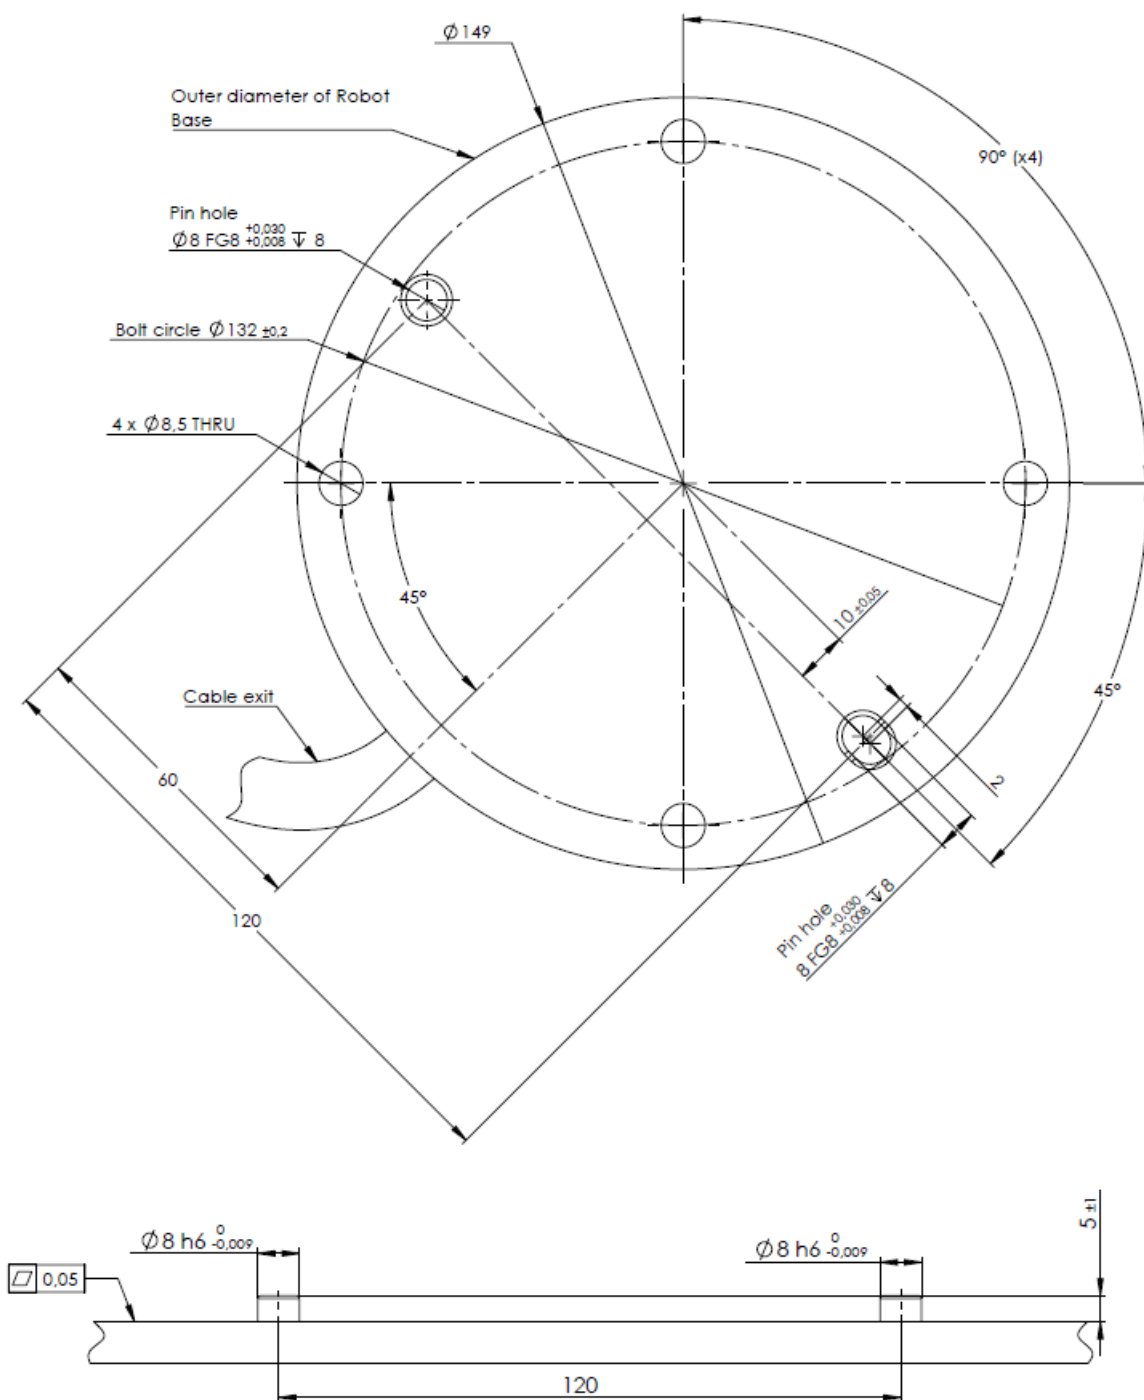

Figure 4.1: Отверстия для монтажа робота. Используются четыре M8 болта. Все измерения приведены в мм.
**Манипулятор робота** Для монтажа робота используются четыре болта М8, которые устанавливаются в четыре отверстия 8.5 мм в основании робота. Затяжку данных болтов рекомендуется выполнять с моментом 20 N m. Если требуется особо точное расположение манипулятора робота, воспользуйтесь двумя отверстиями Ø8, установив в них штифты. Кроме того, дополнительно можно приобрести точный контршаблон основания. На рис. 4.1 показаны точки, в которых требуется просверлить отверстия для установки винтов.